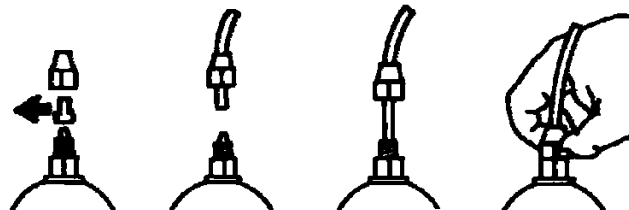

Fig. 7
- e. Extraiga las dos capsulas rojas de protección de los racores, introduzca hasta el fondo los tubos en los respectivos empalmes cónicos, y bloquéelos con las bridas de fijación (Fig. 7).